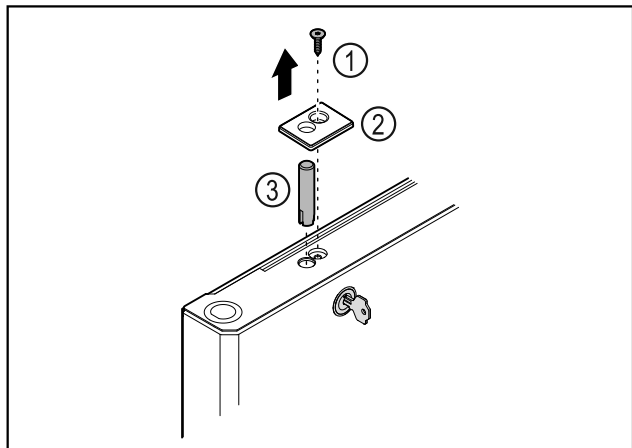

Fig. 41
- Schroef Fig. 41 (1) verwijderen.
- Afdekking Fig. 41 (2) met een kleine schroevendraaier losmaken en verwijderen.
- Slotbout Fig. 41 (3) eruit trekken.